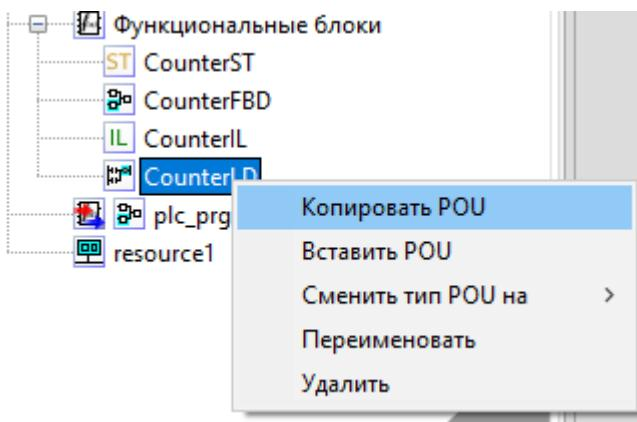

Рисунок 5.7 – Копирование элемента дерева проекта
- 3) в появившемся контекстном меню выбрать «Копировать» (рисунок 5.7);